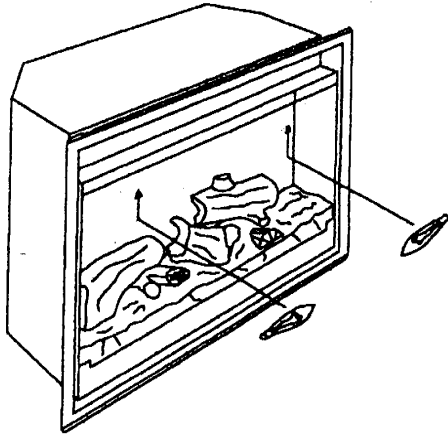

ILUSTRACIÓN 13
1. Examine las bombillas para determinar si deben cambiarse. (ILUSTRACIÓN 13)